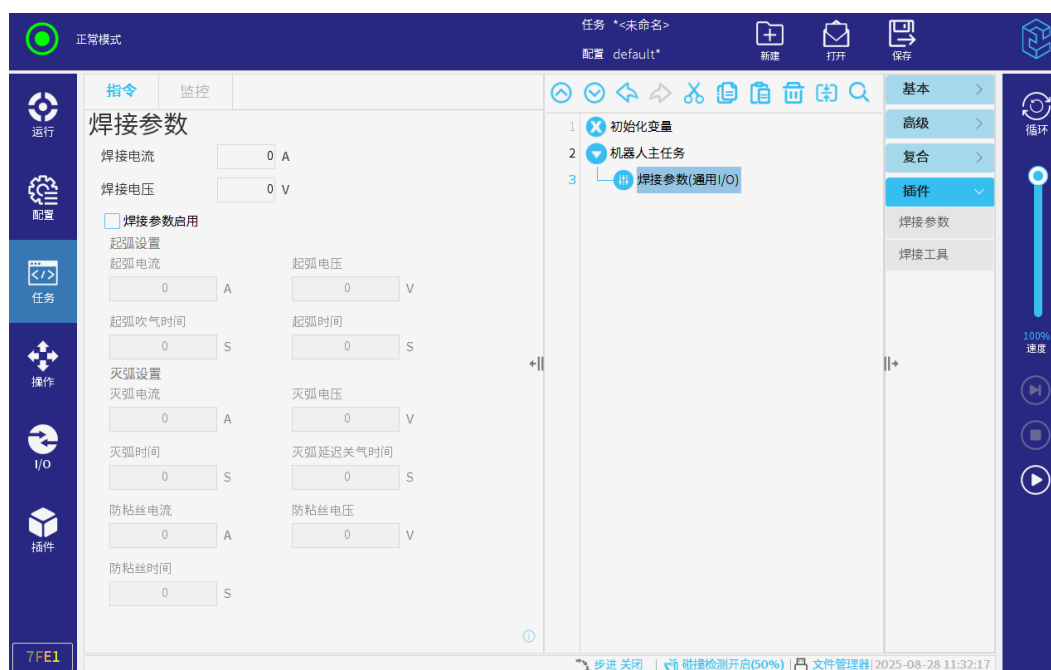

图 4-2: 焊接参数节点 (通用 I/O 模式)
- Job 模式禁用的状态下，在图 4-2 中左侧区域设置焊接电流值 (A) 和电压值 (V)，输入范围均为 [0,10]。新建节点时，「焊接参数启用」选项默认处于**未勾选**状态，此时，该节点将直接使用「配置」界面中设置的焊接参数。
- 如已启用 Job 模式，在图 4-2 中输入 Job 任务号。